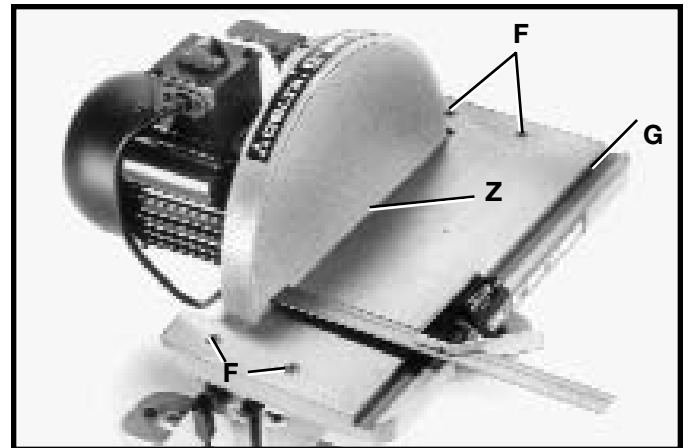
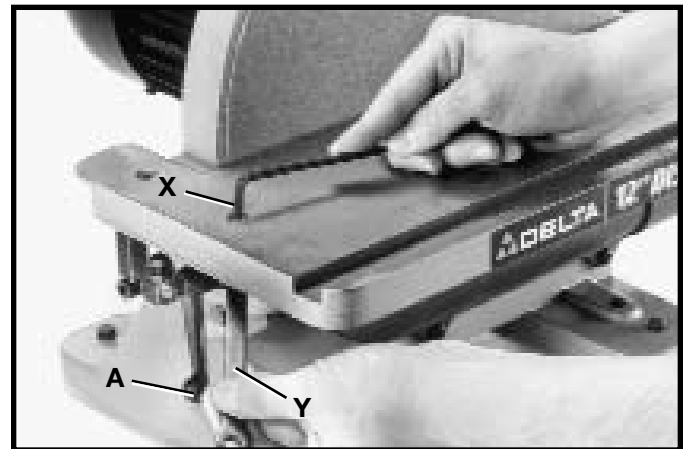

Fig. 10
Fig. 11
1. Compruebe que la ranura de la escuadra de ingletes (G) Fig. 10 se encuentre paralela al disco, colocando una escuadra de combinaciones en la ranura de la escuadra de ingletes con un extremo de la escuadra contra el disco conforme a lo ilustrado.
4. Haciendo uso de las llaves (X) y (Y) Fig. 11 que se suministran, afloje los cuatro tornillos (F) Fig. 10 que aseguran la mesa a los muñones, y ajuste la mesa moviéndola hacia adentro o afuera hasta que la ranura de la escuadra de ingletes quede paralela al disco. Apriete entonces los cuatro tornillos (F) Fig. 10. **AVISO:** Cuando vaya a realizar este ajuste, esté seguro de que las agaraderas de cierre de la mesa, de las cuales se presenta una en (A) Fig. 11, estén apretadas. **ADVERTENCIA:** PARA EVITAR QUE EL MATERIAL O LOS DEDOS QUEDEN ATRAPADOS ENTRE LA MESA Y EL DISCO ABRASANTE, EL BORDE DE LA MESA (Z) FIG. 10 DEBE COLOCARSE A UNA DISTANCIA MAXIMA DE 1/16 PULG. DEL DISCO ABRASANTE, COMO SE ILUSTR AQUI.